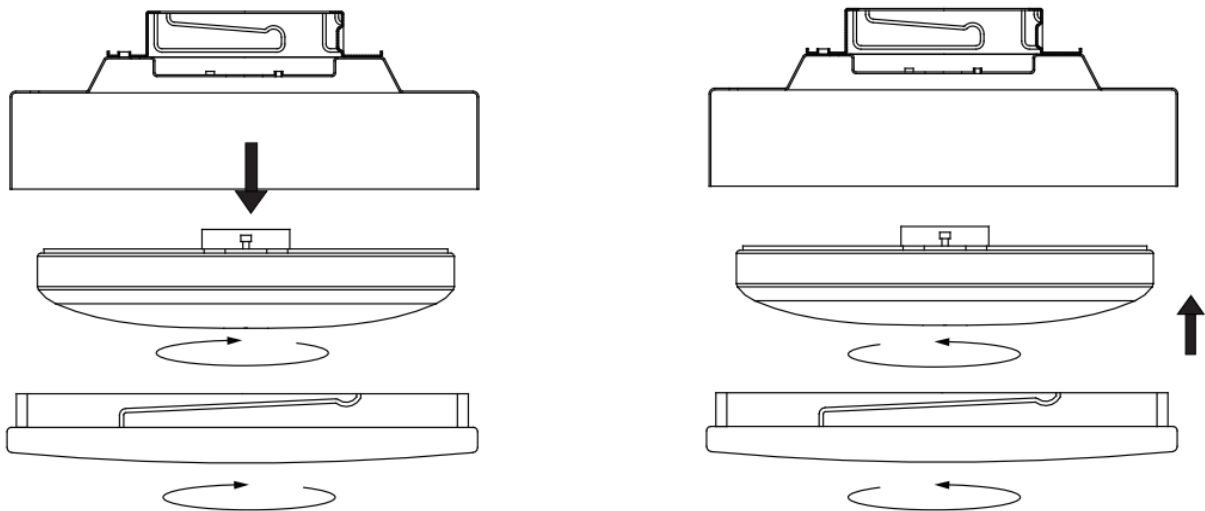

Afb. 6
**INSTALLATIE VAN DE LICHTSET (Afb. 6)**